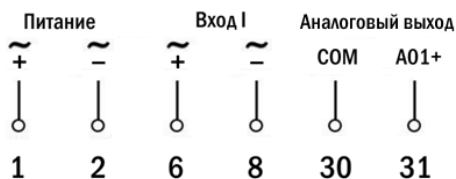

Рис. 2 Omix D1-A0-1-TR
2. Подключите прибор согласно схеме подключения (рис. 2, 3).